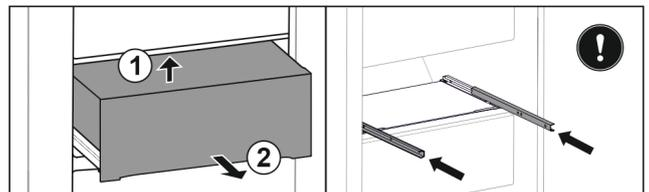

Fig. 41
- ▶ Sollevare dal basso sul lato posteriore Fig. 41 (1).
- ▶ Rimuovere tirando in avanti Fig. 41 (2).